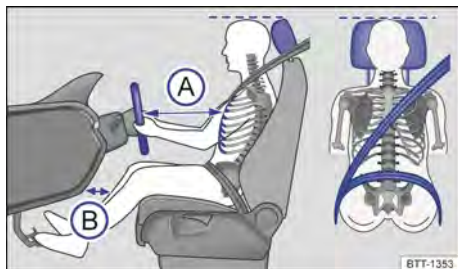

Fig. 1 Distância correta do condutor em relação ao volante, posição correta do cinto de segurança e ajuste correto do apoio para cabeça.
- Ajustar o apoio para cabeça de modo que a sua borda superior se encontre preferencialmente na mesma linha da parte superior da cabeça – porém não abaixo da altura dos olhos. Posicionar a parte posterior da cabeça o mais perto possível do apoio para cabeça → Fig. 1.
- Ajustar o volante de modo que a distância entre o volante e o tórax tenha no mínimo 25 cm → Fig. 1 (A) e que o condutor possa segurar o volante pela borda externa com as duas mãos com os braços ligeiramente flexionados → Página 122.
- Ajustar o banco do condutor na direção longitudinal de modo que os pedais possam ser acionados com as pernas ligeiramente arqueadas e a distância até o painel de instrumentos na área do joelho seja de, no mínimo, 10 cm → Fig. 1 (B).